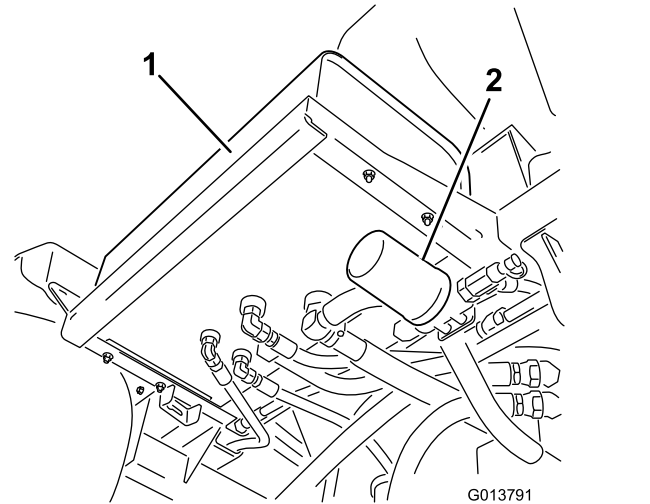
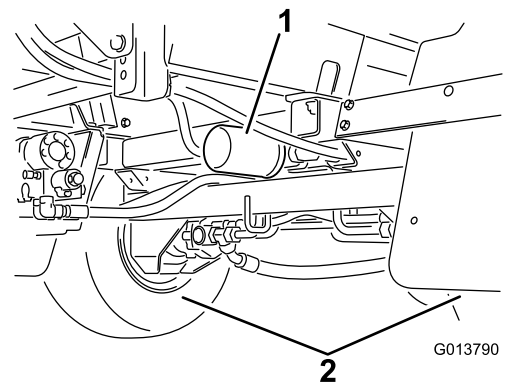

Figura 96
Figura 97
2. Localice los dos filtros hidráulicos en la máquina (Figura 96 y Figura 97).